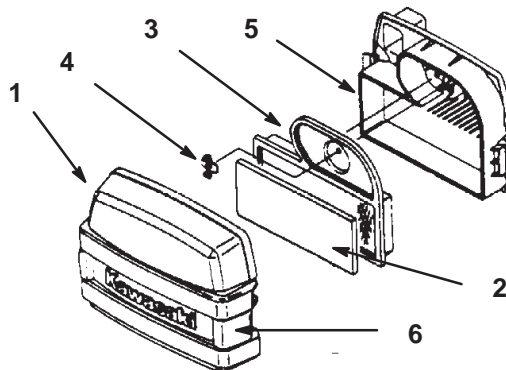

Figure 20
3. Nettoyez la surface autour du filtre à air pour éviter que des impuretés ne s'introduisent dans le moteur et l'endommagent. Dégagez les deux fixations latérales et déposez le couvercle du filtre à air (Fig. 20).
4. Sortez délicatement l'élément en mousse de l'élément en papier (Fig. 20).
5. Dévissez l'écrou papillon et retirez l'élément en papier (Fig. 20).
- Glissez délicatement l'élément en mousse dans l'élément en papier (Fig. 20).
- Posez l'ensemble filtre à air sur sa base et installez l'écrou papillon (Fig. 20).
- Reposez et verrouillez le couvercle du filtre à air (Fig. 20).